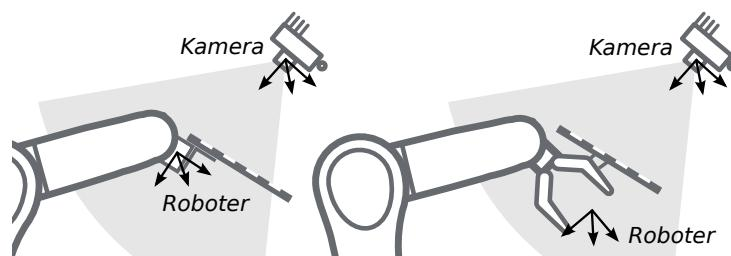

Abb. 6.20: Alternative Montageoptionen für die Befestigung des Kalibriermusters am Roboter
**Kalibrierung einer statisch montierten Kamera** In Anwendungsfällen, bei denen die Kamera statisch verglichen zum Roboter montiert wird, muss das Kalibriermuster, wie im Beispiel in Abb. 6.19 und Abb. 6.20 angegeben, angebracht werden.
**Bemerkung:** Für das Modul zur Hand-Auge-Kalibrierung spielt es keine Rolle, wie das Kalibriermuster in Bezug auf das benutzerdefinierte Roboter-Koordinatensystem genau angebracht und positioniert wird. Das bedeutet, dass die relative Positionierung des Kalibriermusters zu diesem Koordinatensystem weder bekannt sein muss, noch für die Kalibrierroutine relevant ist (siehe in Abb. 6.20).